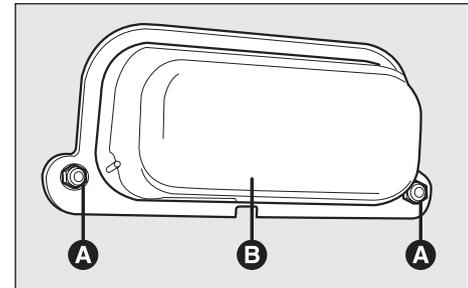

Abb. 43
- Die beiden Befestigungsmuttern (**A, Abb. 43**) lösen und den Schutzdeckel (**B, Abb. 43**) abnehmen.
– Den Schutzdeckel (**B, Abb. 43**) wieder aufsetzen und mit den Muttern (**A, Abb. 43**) befestigen.